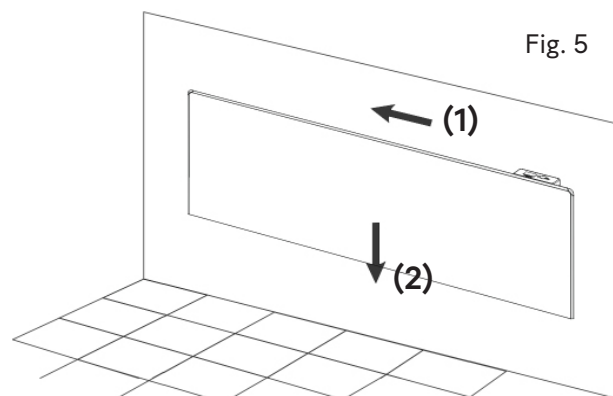

Fig. 5
- För att fästa enheten: för radiatoren åt vänster (1) och neråt (2), så att skruvarna hamnar i toppläget. (Fig. 5)